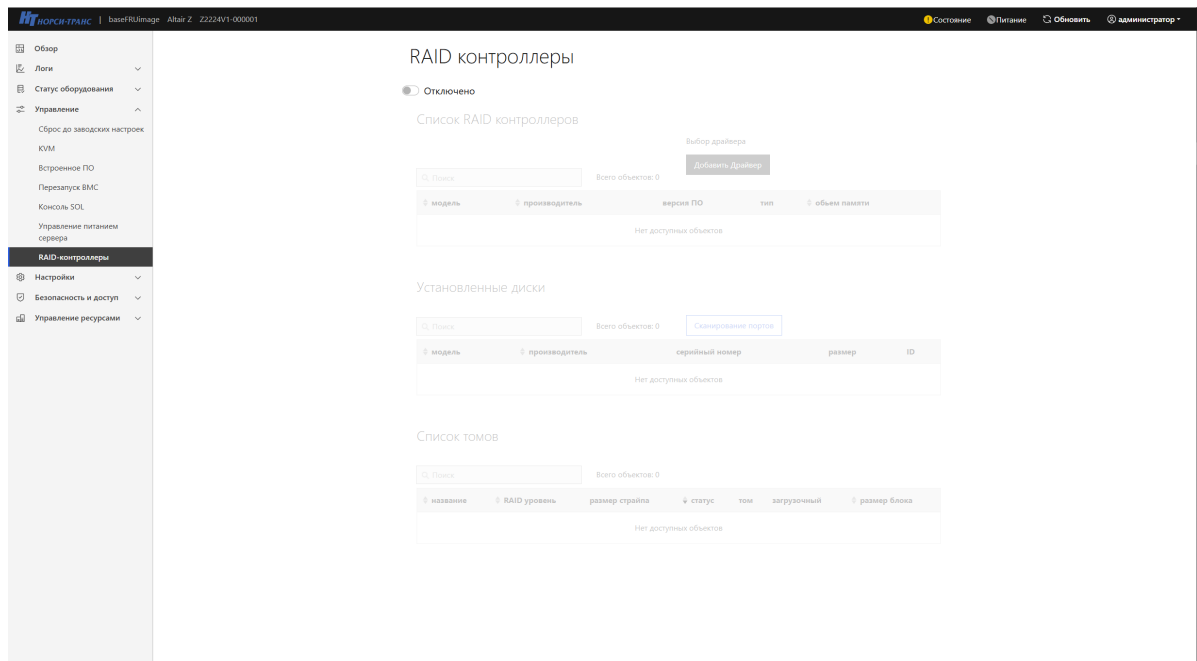

Рис. 73. Окно «RAID контроллеры»
- 7) Пройдите во вкладку «Управление» → «RAID контроллеры» в данной вкладке отображается список подключенных RAID контроллеров. Окно показано на рис. 73 Окно «RAID контроллеры»